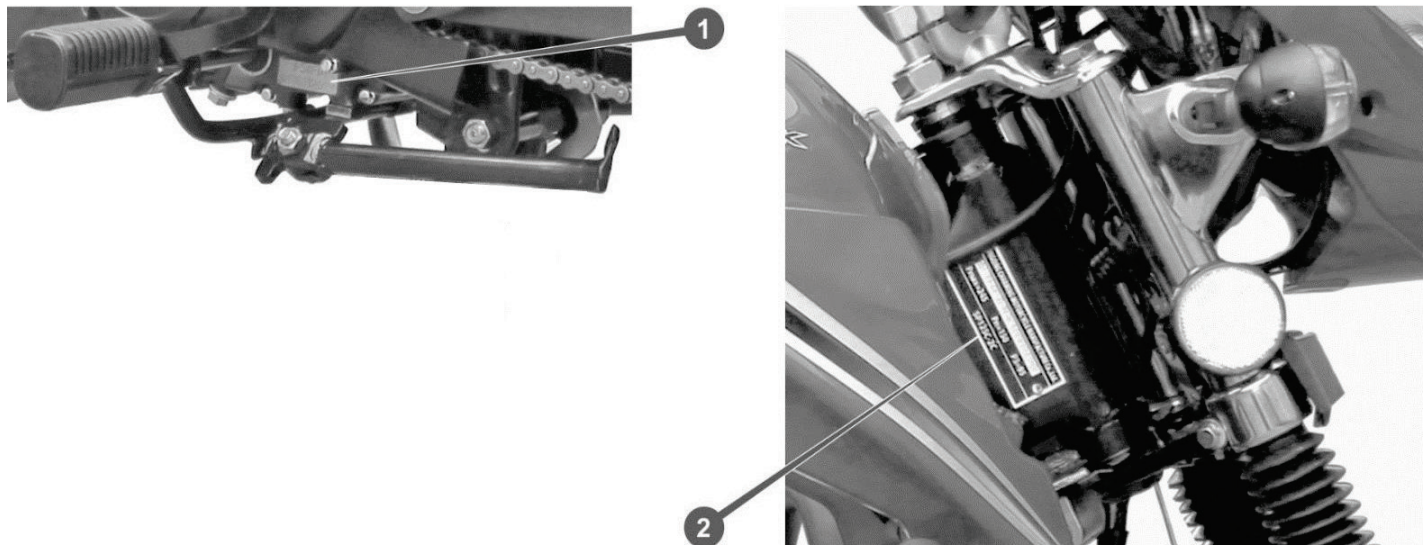

Рисунок 3.7. Ідентифікаційні дані
1. Перед запуском двигуна вставте ключ у замок запалювання, поверніть його в положення «ON» (див. рис. 3.7..) і